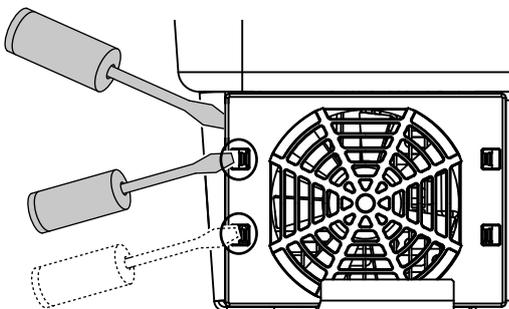

Fig. 72: Soltar las pestañas de fijación
3. Con un segundo destornillador, presionar las pestañas de fijación hacia el centro del ventilador. Sacar la unidad del ventilador ligeramente.  **Fig. 72**